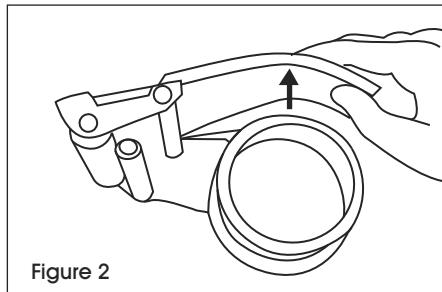

Figure 2
2. Poussez le frein manuel vers le haut. (Voir Figure 2)